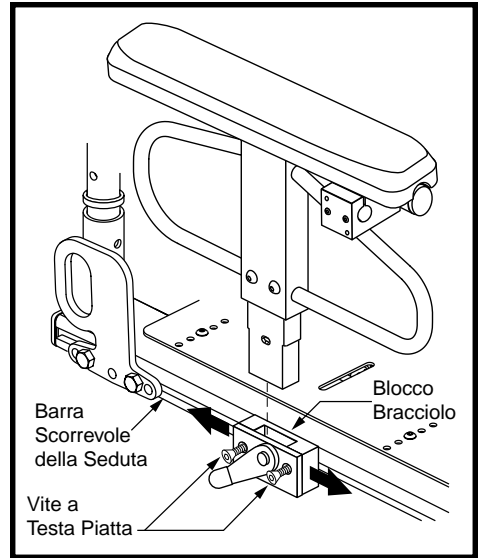

Figura 13. Regolazione posizione bracciolo inseribile ad alta resistenza
2. Allentare le viti a testa piatta che fissano il blocco del bracciolo alla guida laterale della base. Vedere figura 13.
5. Installare il bracciolo nel blocco e ruotare la leva di blocco in avanti. Vedere figura 13.